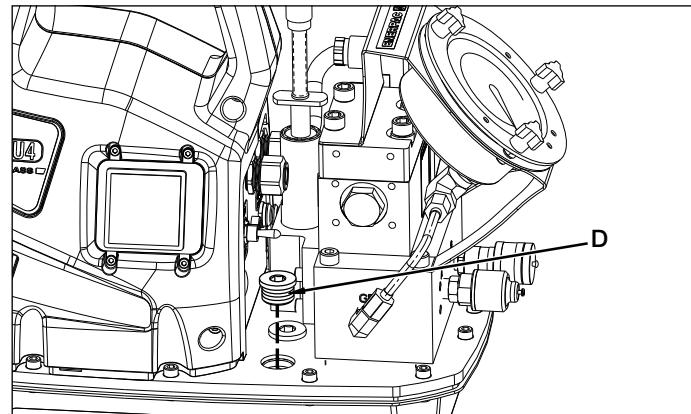
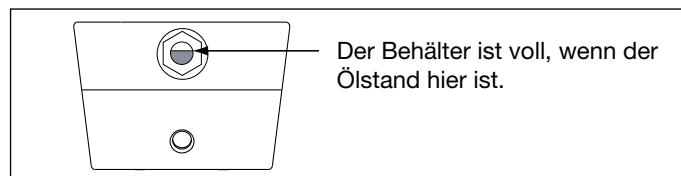

Abb. 3, Öleinfüllstopfen
Abb. 5, Sichtglas
In Abb. 3 finden Sie die Abmessungen für die Befestigung der Pumpe auf einer festen Fläche.
Überprüfen Sie den Ölstand der Pumpe vor dem Start. Geben Sie nötigenfalls Öl hinzu, indem Sie den Stopfen SAE Nr. 10 von der Abdeckplatte entfernen (siehe Abb. 3). Der Behälter ist voll, wenn der Ölstand dem in Abb. 5 entspricht.
- (-Q) Pumpentyp für Enerpac S und W Drehmomentschlüssel und andere Marken: Verwenden Sie Schläuche, die mit „Enerpac THQ-700 series - 700 bar/10,000 psi max.“ gekennzeichnet sind. Für den ordnungsgemäßen Steckschlüsseleinsatz müssen Kupplungen wie in Abb. 5 polarisiert sein. Stellen Sie vor Inbetriebnahme sicher, dass die Kupplungen vollständig eingerastet und angezogen sind. Teilweises Einrasten der Kupplungen verhindert ordnungsgemäßen Steckschlüsseleinsatz.
Überprüfen Sie den Ölstand der Pumpe vor dem Starten und fügen Sie nötigenfalls Öl hinzu, nachdem Sie den Einfüllöffnungsstopfen entfernt haben. Siehe Abb. 3 und 5. Achten Sie immer darauf, dass der Drehmomentschlüssel vollständig zurückgezogen sind, bevor Sie Öl im Behälter hinzufügen.